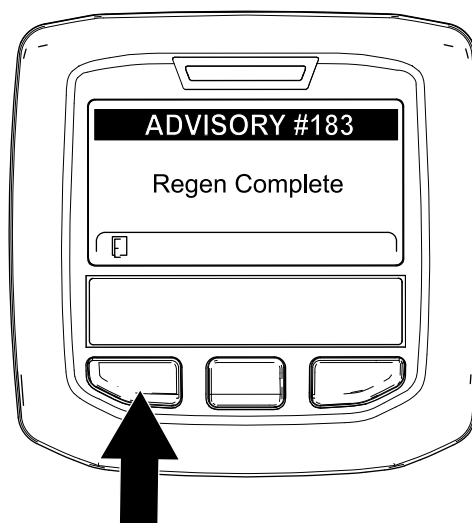

Figura 59
- Cuando el ordenador del motor finaliza una regeneración con la máquina aparcada o una regeneración de recuperación, el InfoCenter muestra ADVISORY #183 (Aviso n.º 183) (Figura 59). Pulse el botón de la izquierda para salir a la pantalla de inicio.
Nota: Si la regeneración no se realiza correctamente, el InfoCenter muestra Advisory #184 (Aviso n.º 184) (Figura 59). Pulse el botón de la izquierda para salir a la pantalla de inicio.